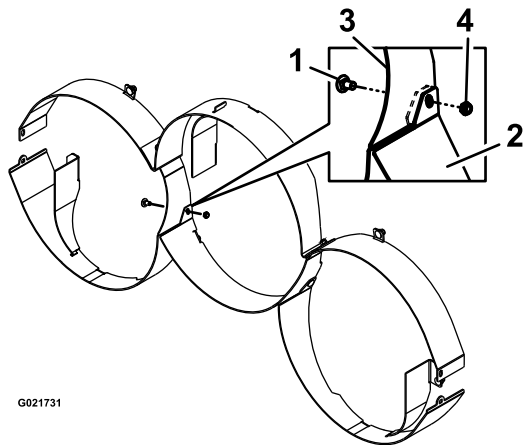

Figure 3
- Montez le déflecteur central arrière à l'aide de 2 boulons de carrosserie (3/8" x 7/8") et 2 écrous à embase (3/8"), comme montré à la Figure 3.
Remarque: Ce déflecteur se monte entre les brides du déflecteur extérieur avant (Figure 3).
Remarque: Au point de rencontre des déflecteurs extérieurs avant, des déflecteurs extérieurs arrière et du déflecteur central arrière, installez 2 boulons de carrosserie (3/8" x 7/8") et 2 contre-écrous (3/8"), comme montré à la Figure 3.